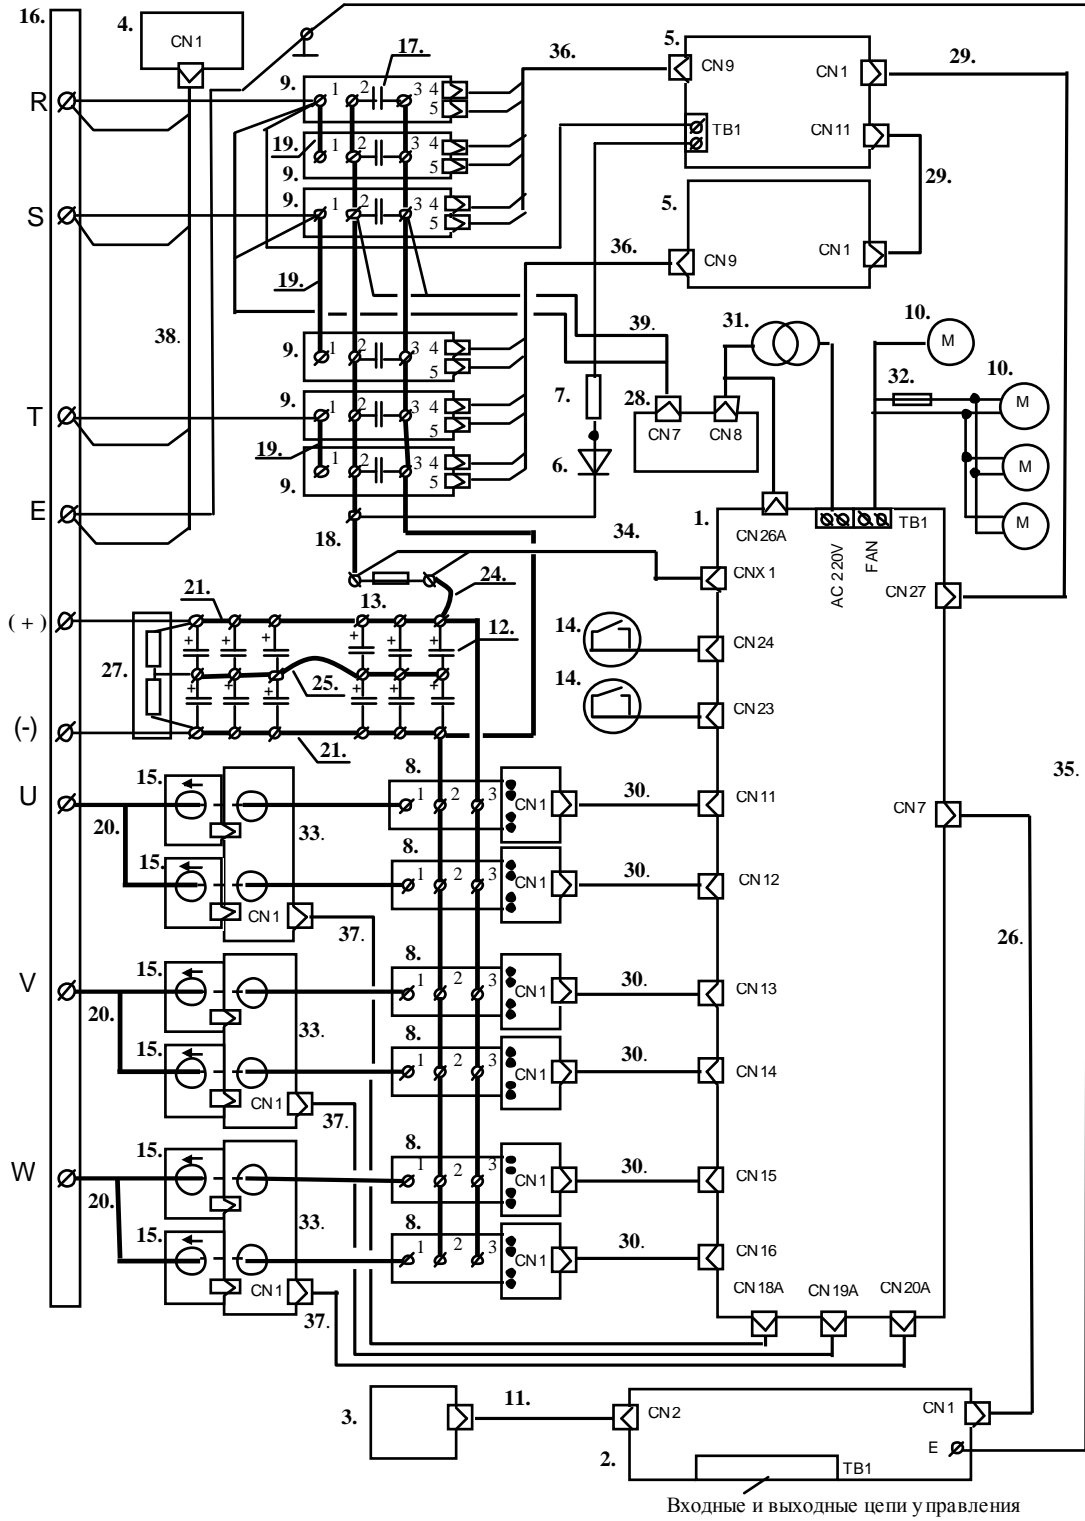

Рис. 4.2 Блок-схема преобразователя частоты EI-7011-125Н, -150Н.
Пояснения к рис. 4.2:
4.4.1. Фотографии сменных узлов, входящих в состав преобразователей частоты EI-7011-125H, -150H, приведены в табл. 4.1. (порядковые номера соответствуют рис. 4.2).